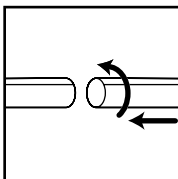

FIGURE 1
6. Brancher les rallonges (**Pas standard sur tous les modèles**) sur le côté accessoire du tuyau souple. Les tourner légèrement pour les serrer. **FIGURE 1.**
7. Poser un accessoire de nettoyage (en fonction de ce que l'on doit aspirer) sur les rallonges. Le tourner légèrement pour le serrer. **FIGURE 1.**